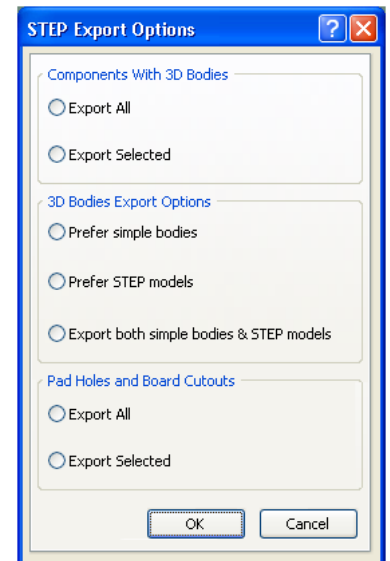

Figure 35. A range of PCB STEP export options is available.
3. **保存** ボタンをクリックします。STEP エクスポート オプションダイアログが開きます。(Figure 35) このダイアログでは、何をエクスポートするか指定できます。